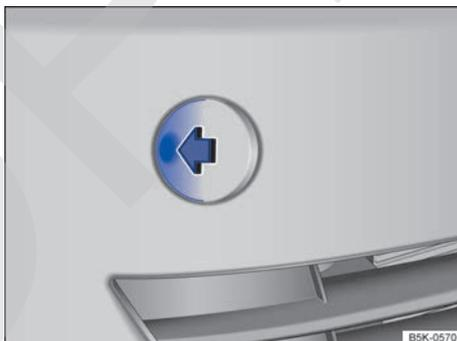

Fig. 212 En el lado derecho del paragolpes delantero: retirar la tapa.
El alojamiento de la argolla de remolque enroscable se encuentra en el lado derecho del paragolpes delantero, detrás de una tapa → fig. 212.
- Presione en el lado izquierdo de la tapa → fig. 212 (flecha) para desencastrarla.